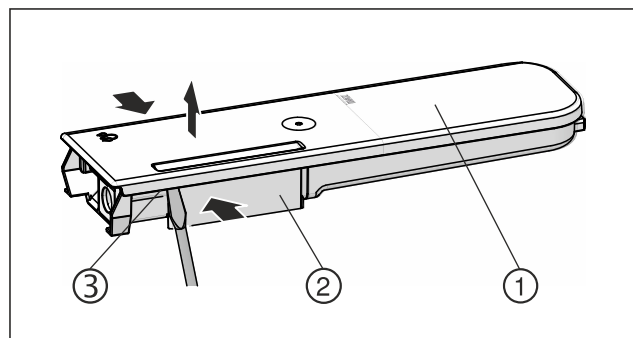

Fig. 151
- ▶ Presați rezervorul de apă Fig. 151 (2) împreună și trageți cu grijă capacul Fig. 151 (1) peste ciocurile opritoare Fig. 151 (3) și trageți-l în sus.
- ▶ Mișcați ușor capacul Fig. 151 (1) înainte și înapoi și scoateți-l în sus.